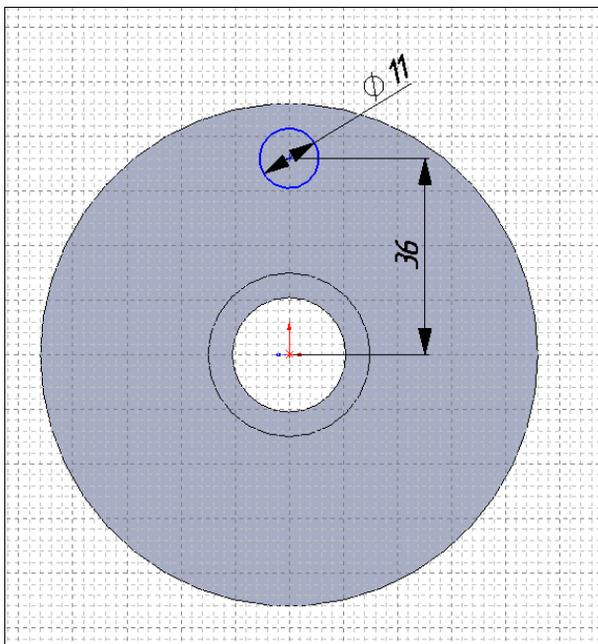

Рис. 2.51
15. В этом эскизе нарисуем окружность отверстия под крепеж (рис. 2.51).